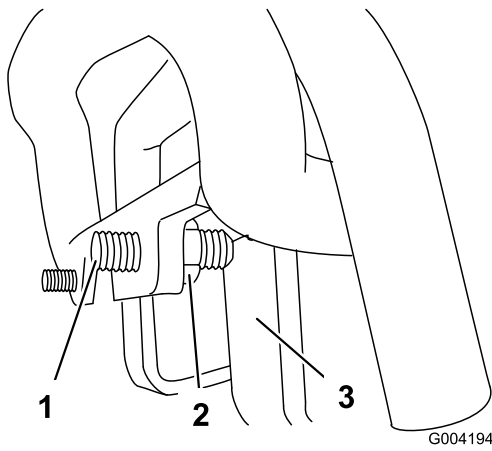

図 57
3. マシンが左にずれていく場合には、走行コントロール前部にある走行固定ねじを固定している右側のジャムナットをゆるめて固定ねじの調整を行う 図 57。
4. マシンが右にずれていく場合には、走行コントロール前部にある走行固定ねじを固定している左側のジャムナットをゆるめて固定ねじの調整を行う 図 57。